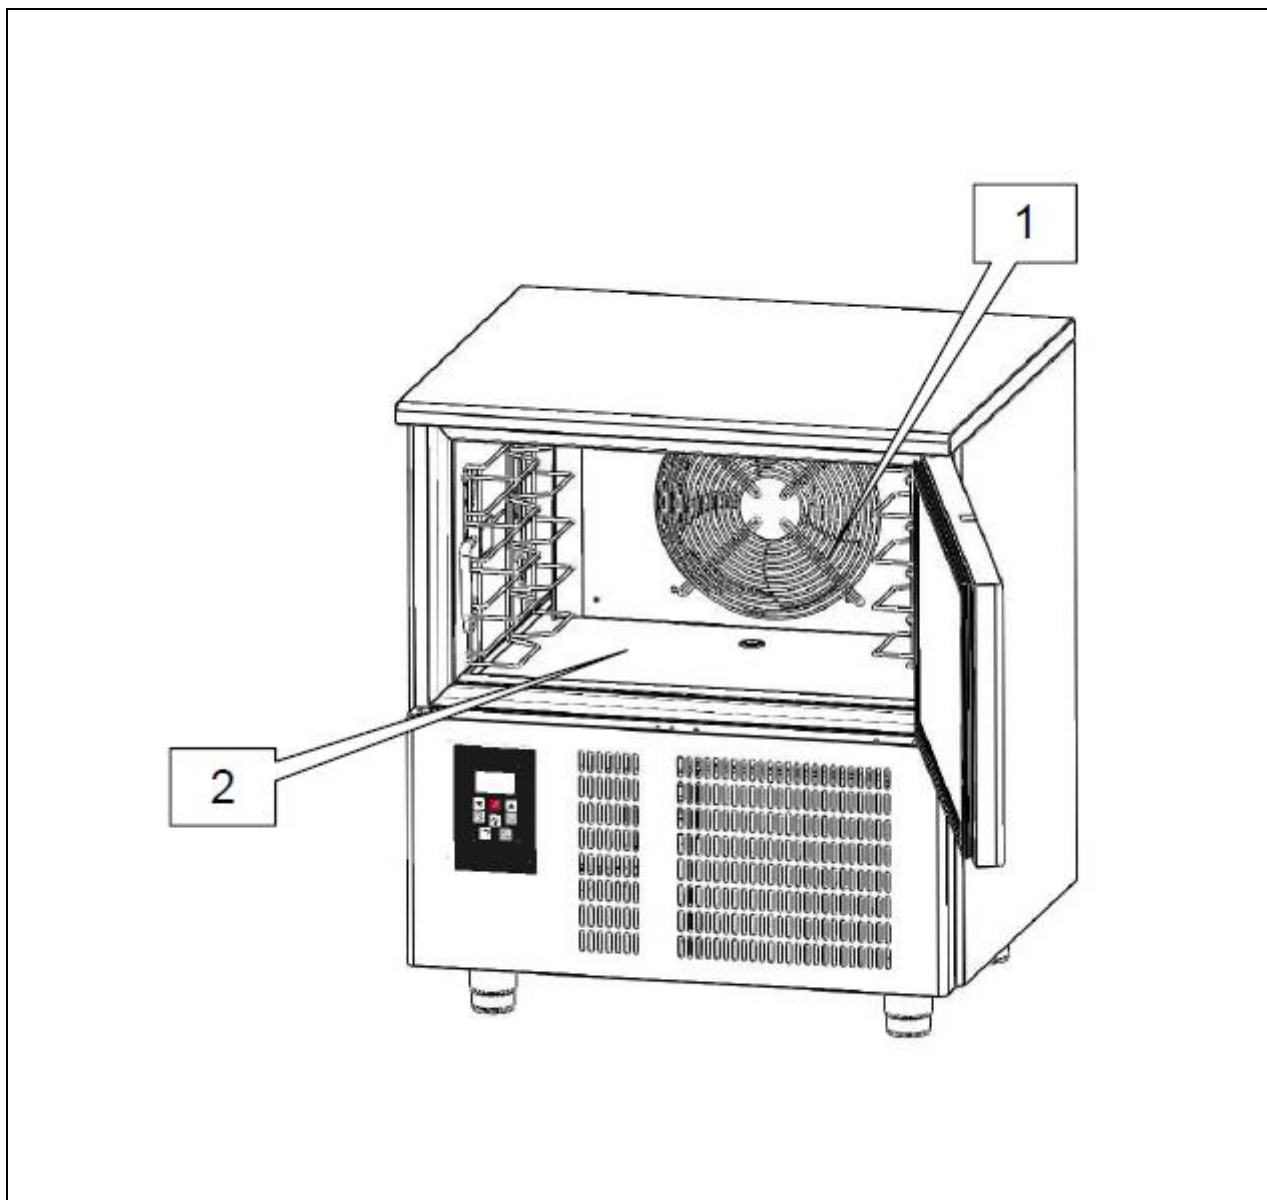

Рис. 4
- с заблокированными вентиляционными каналами (поз. 1, рис. 4);
- с обрабатываемым продуктом, расположенным возле вентиляционных решеток (поз. 1, рис. 4), вентиляционных каналов или на дне камеры (поз. 2, рис. 4).